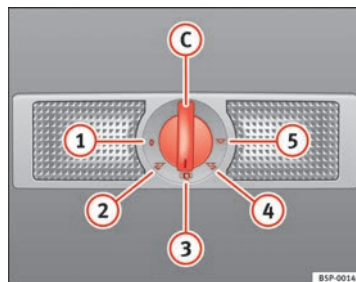

Abb. 83 Dachhimmel:
Mit dem Schalter ⇒ Abb. 83 (C) können Sie folgende Positionen wählen:
In der Schalterstellung ⇒ Abb. 83 (1) sind die Innen- und Leseleuchten ausgeschaltet.